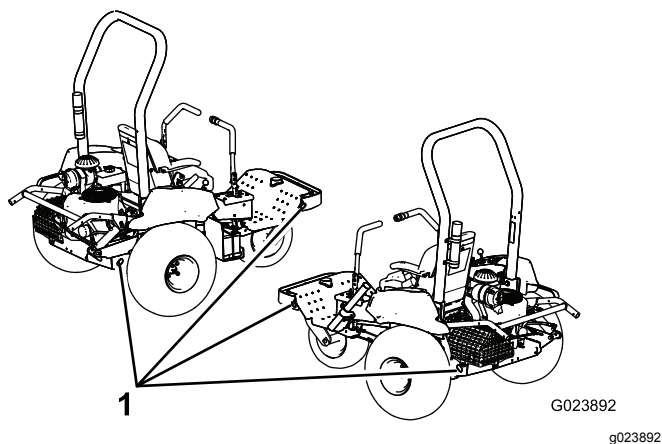

図 30
5. 機体についているロープ掛けポイント図 30を使い、チェーンやロープ、ワイヤなどでしっかりと機体をトレーラに固定してください。